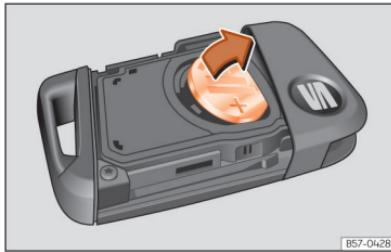

Fig. 50 Chave do veículo: remoção da pilha.
- Retire a pilha do seu compartimento fazendo alavanca »» Fig. 50.
- Encaixe uma pilha de botão nova no compartimento »» ①.